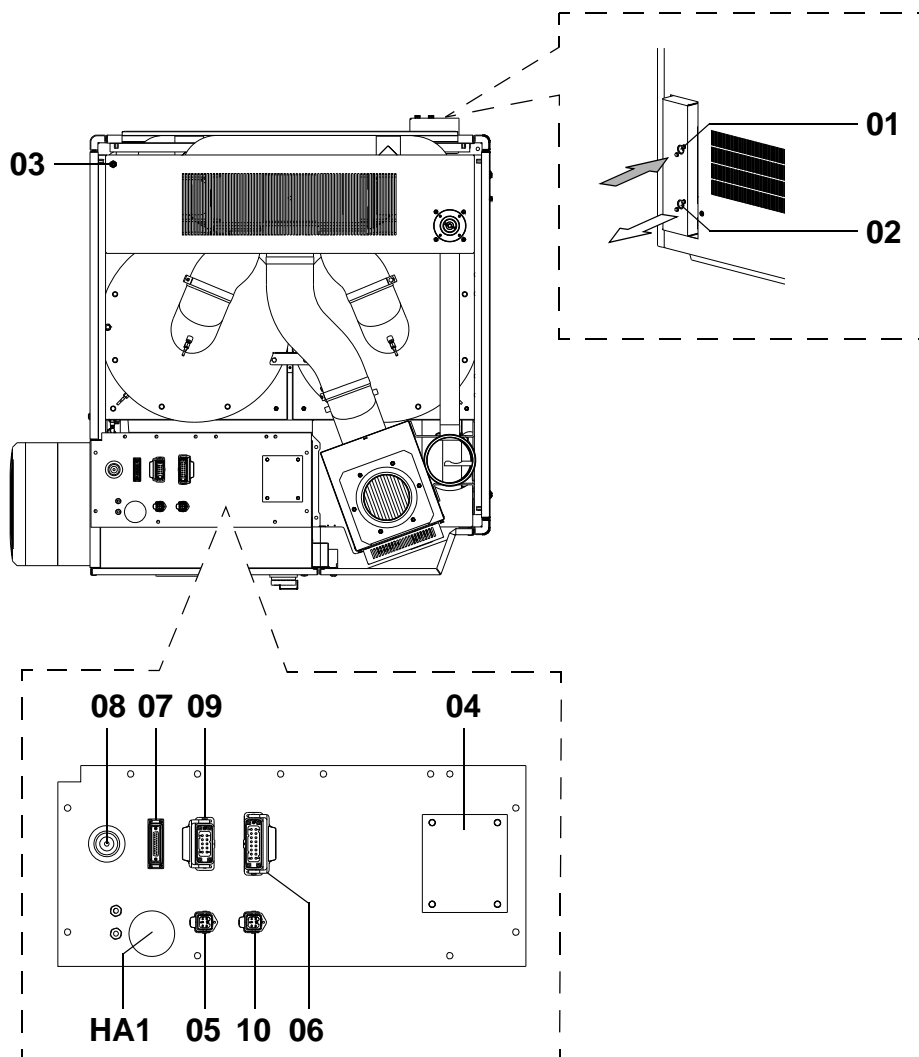

Fig. 7
2. Interponer dos tubos flexibles entre las tuberías de conexión de la red hídrica y los acoplamientos de entrada / salida **01** y **02** (véase **Fig. 7 - Pág. 18**) para aislar la máquina de posibles vibraciones de la red hídrica. Utilizar los productos sellados específicos para garantizar la estanqueidad de las conexiones hidráulicas.
3. Conectar al empalme rápido **03** (véase **Fig. 7 - Pág. 18**) la tubería de alimentación de aire comprimido.